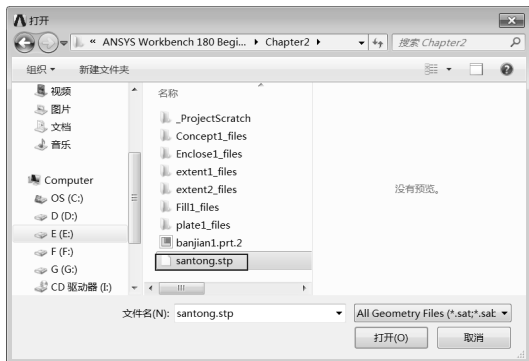

图 2-64 打开文件
Step2：在弹出的如图 2-64 所示的“打开”对话框中选择 santong.stp 文件，并单击“打开”按钮。